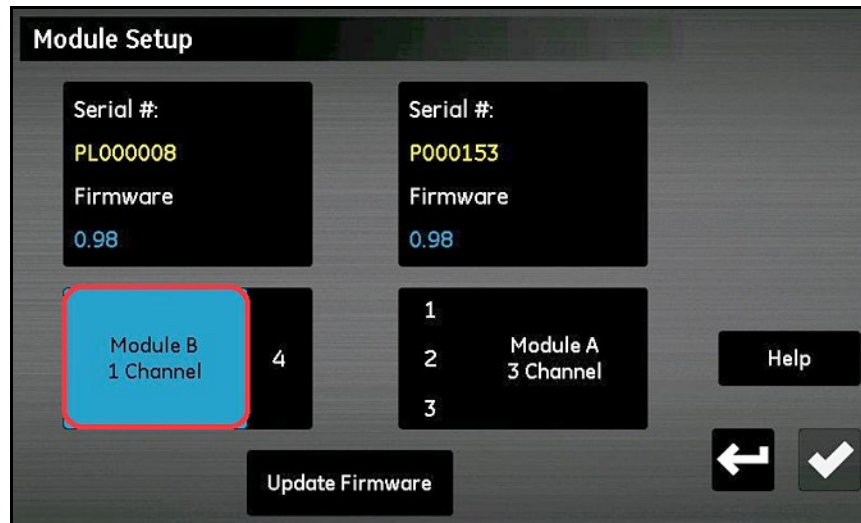

Figura 95: Seleção de módulo
5. Toque no módulo que precisa da atualização de firmware. Esse módulo será destacado em azul e o botão **Atualizar firmware** estará disponível (veja *Figura 95* abaixo). Se o botão **Atualizar firmware** estiver acinzentado, verifique se a unidade Flash USB está devidamente conectada na porta USB.